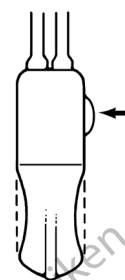

Figura 4-39. Premir o botão de desativação ao sentir uma ligeira reentrância
3. Quando sentir uma ligeira reentrância na pera da bomba, prima o botão de desativação. (**Figura 4-39**)